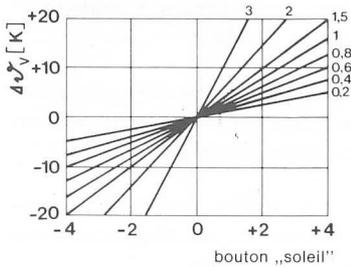

Fig. 13 ELFATHERM E1M30/E1M31, vue de face avec diagrammes
Le réglage de la pente s'effectue par l'intermédiaire de la vis tête fendue d'après la température la plus basse prévue (par exemple $-15\text{ }^{\circ}\text{C}$) suivant diagrammes I et II fig. 13. Si la température du local à chauffer augmente quand la température extérieure diminue, la pente est trop forte.
Diagramme V, fig. 13
Les boutons LUNE à tête fendue règle l'abaissement de température, Diagramme IV, fig. 13
5.1.5 Sélecteur de programmation (fig 13)